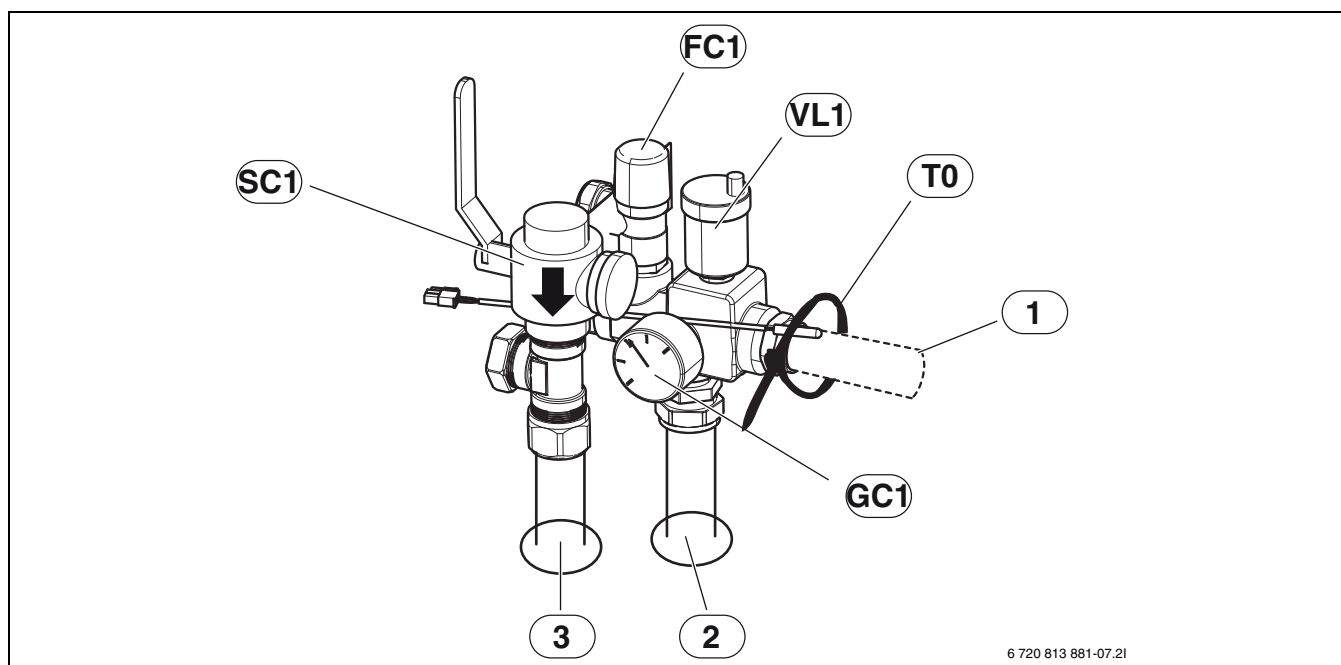

Fig. 9 Monteret sikkerhedsgruppe, uden bypass
- ▶ Først monteres partikelfiltret ([SC1], fig. 9) på T-stykket.
- ▶ Monter fremløbsføler ([T0], fig. 9) og fastgør med kabelbinder.